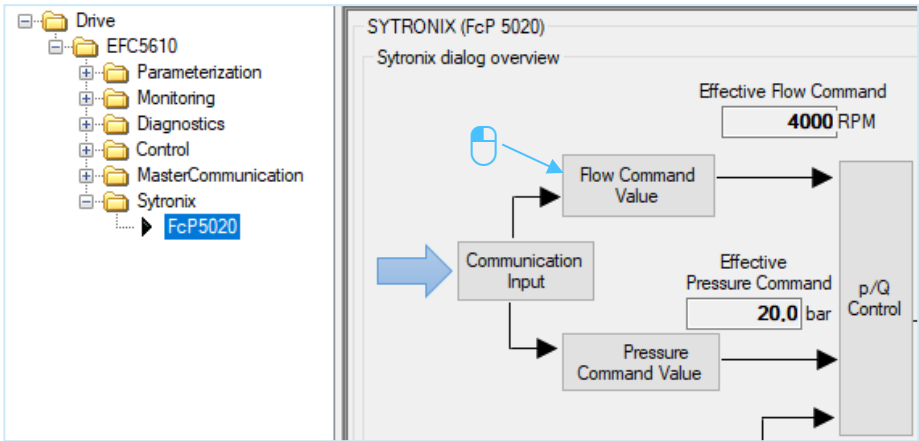

图 26: 固定流量指令 1/2
- 1. 按 "流量指令"（请参见 图 26: 固定流量指令 1/2）。